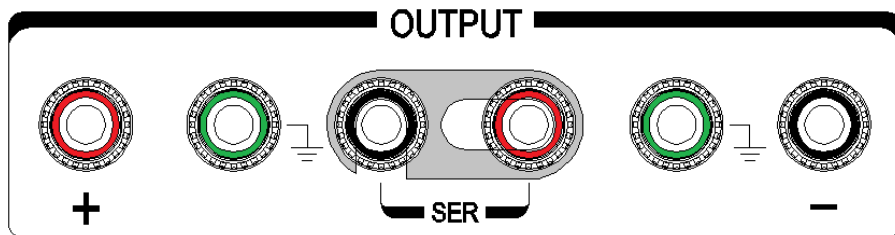

图 6.1 串联工作输出连接方式示意图
DH1718E(G) 系列直流稳压稳流电源支持串联跟踪操作。在进行串联跟踪前必须将通道 1 的输出负端子与通道 2 的输出正端子短接。通道 1 的输出正端子与通道 2 的输出负端子作为高压输出，可获得 2 倍于单通道的输出电压。将短接的两个接线柱作为公共点，通道 1 的正接线柱和通道 2 的负接线柱可输出相同幅度的正负电压值。如图 6.1 所示：